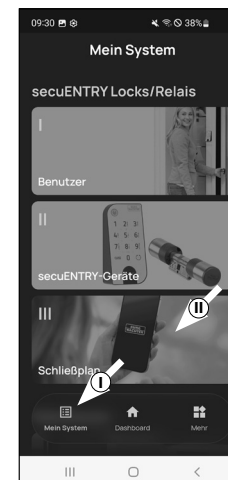

Abb. 1
2 Ouvrez le menu « Mon système » (I) (Fig. 1)
3 Appuyez sur le quatrième élément du menu « III - Plan de fermeture » (II) (Fig. 1).